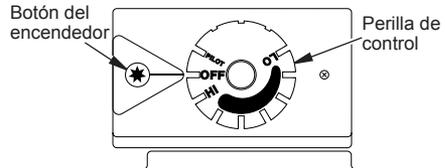

Figura 32 - Perilla de control en la posición de OFF (apagado)
4. Espere cinco (5) minutos a que se disipe el gas. Luego acérquese para ver si percibe olor a gas, incluso cerca del suelo. Si percibe olor a gas, ¡DETÉNGASE! Siga las instrucciones del inciso "B" de la información de seguridad provista en la página 20. Si no percibe olor a gas, continúe con el siguiente paso.
5. Gire la perilla de control en sentido contrario al de las manecillas del reloj ↻ hasta la posición PILOT (piloto). Presione la perilla de control durante 5 segundos (consulte la figura 32).